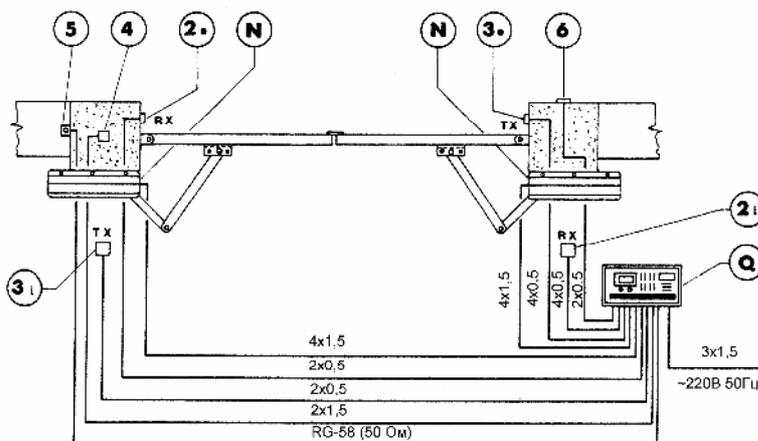

Рис. 2 Пример установки приводов с использованием различных компонентов.
- электрические соединения необходимо выполнить в соответствии с рис. 2 и табл. 1;